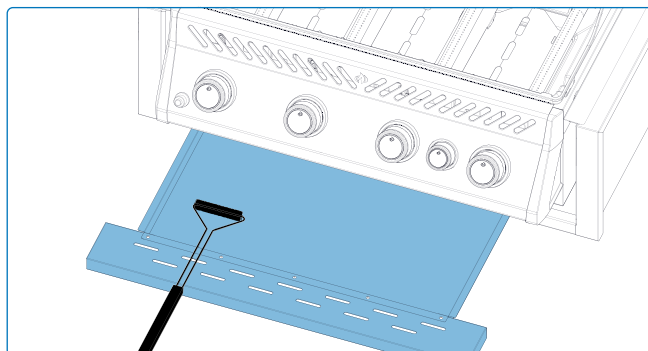

Fig. 12
1. Desliza la bandeja recolectora desde la Parrilla para acceder a la bandeja desechable de grasa o para limpiar la bandeja recolectora **(Fig. 12)**.